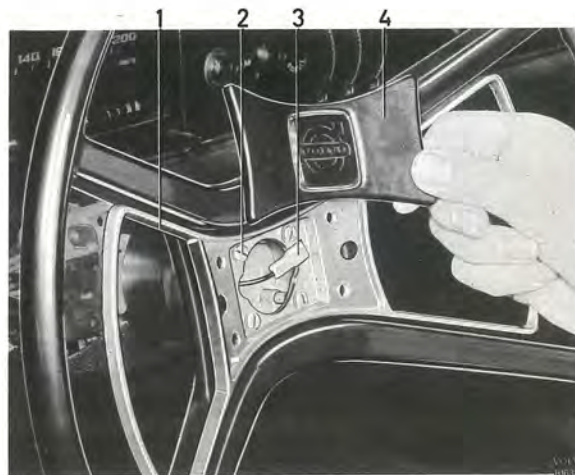

Bild 52. Rattdetaljer, sen. utf.
- 2b. Gäller senare utförande. Bänd loss stötskyddet (4 bild 52). Lossa signalledningen (3). Skruva ur fästskraven (2) och lyft fram signalringen (1). Ta vara på fjädrar och brickor.